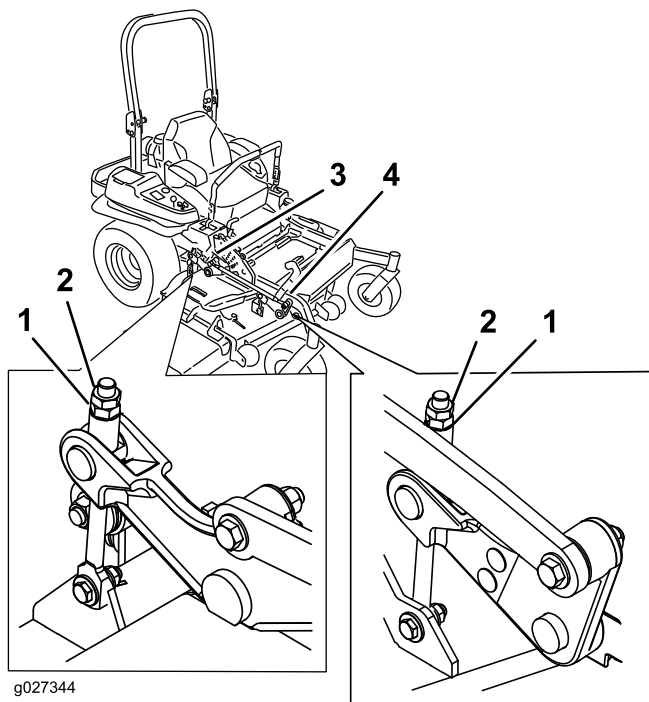

Figure 90
10. Ajustez précisément le serrage de l'écrou de réglage sur l'ensemble de relevage du tablier avant (Figure 90).
16. Ajustez précisément la vis de réglage en la tournant jusqu'à obtention d'une hauteur de 8,3 mm (3-1/4 po) (Figure 90).